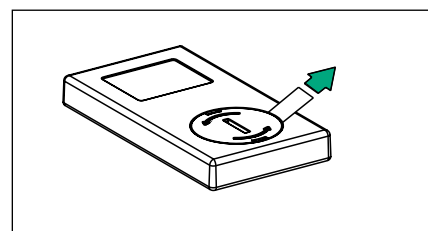

図1：電池の絶縁ストリップをリモートコントロールから取り除く
2. 電池の絶縁ストリップを引っ張ってリモートコントロール下から取り除きます（図1参照）。このストリップは電池とリモートコントロールの接点との絶縁用で、これを取り除かなければリモートコントロールは機能しません。